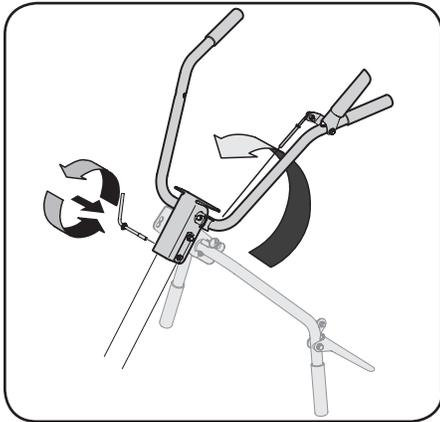

Figure 3-6
- Retirez la goupille qui sert à régler la hauteur de la poignée. (Figure 3-6)
- Relevez la poignée et faites-la tenir en place avec la goupille retirée à l'étape 3. (Figure 3-6)